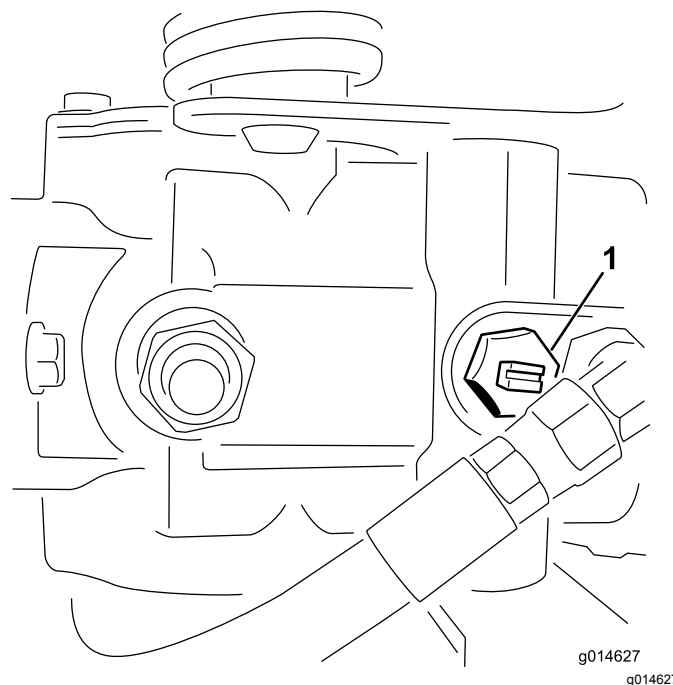

Figura 42
- Localize a válvula de derivação na bomba e rode-a de forma a que a ranhura fique na vertical (Figura 42).
- Antes de ligar o motor, feche a válvula de derivação rodando-a de forma a que a ranhura fique na horizontal (Figura 42). Não ligue o motor quando a válvula se encontrar aberta.